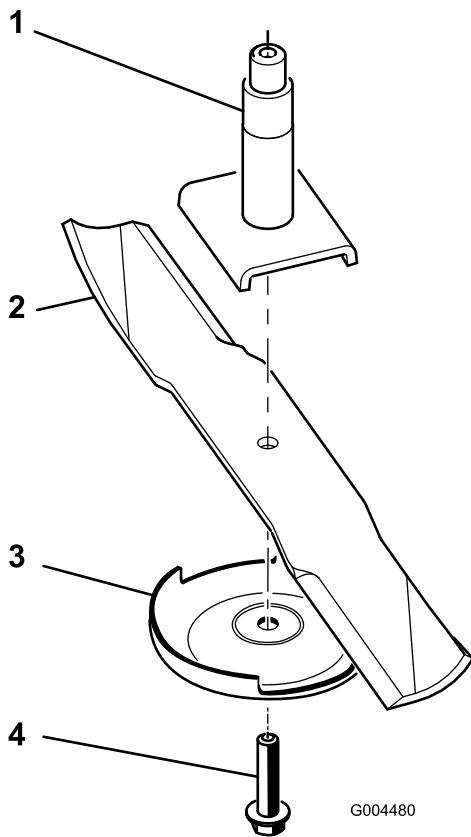

図 73
2. スピンドルのシャフトからブレードボルト、芝刈り防止プレート、ブレードを取り外す (図 73)。
注 ブレードが水平に停止すればバランスがとれているからそのまま使用してよい。もし傾くようなら、重い方の裏面を少し削って調整する (図 73)。バランスがとれるまで調整する。
1. スピンドルシャフトにブレードを取り付ける (図 73)。
2. 芝削り防止プレートとブレードボルトを取り付ける (図 73)。